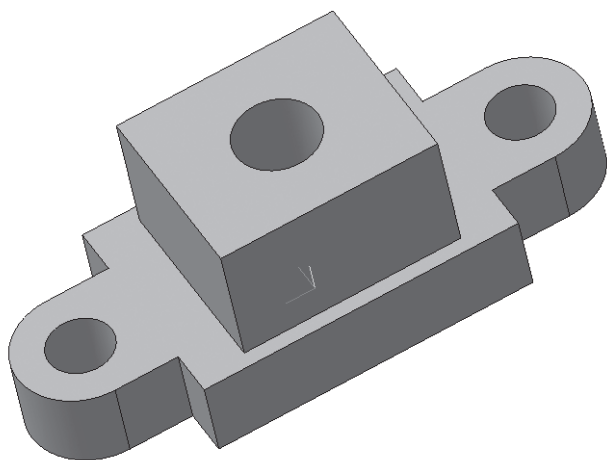

Рис. 183
1. Внесите изменение в конструкцию детали *Опора 2*. Замените цилиндр параллелепипедом, в основании которого лежит квадрат со стороной 60 мм. Измените высоту созданного параллелепипеда на 40 мм. Сравните полученный результат с рис. 183.